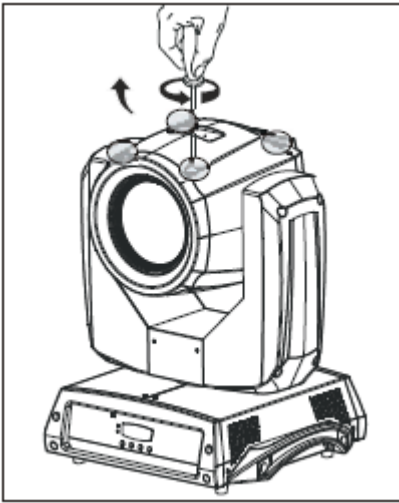

Abbildung 1
1. Entfernen Sie die Abdeckungen der Geräteköpfe mit einem Schraubendreher (Abbildung 1).
2. Positionieren Sie den Kopf wie in Abbildung 1 und entfernen Sie das Kühlgebläse für die Lampe auf der Rückseite des Kopfes.